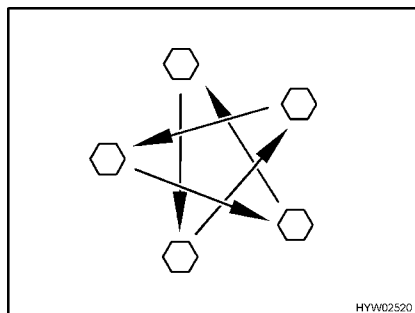

Fig. 226 Serrer en croix les écrous ou les boulons de roue
- Vérifier régulièrement le serrage des écrous ou des boulons de roues. Resserrer tous les écrous ou les boulons de roue 50 km après le changement d'une roue (Fig. 226). Pour les couples de serrage, voir paragraphe 14.5.2.
- Si des jantes neuves ou repeintes sont utilisées, alors resserrer les écrous ou les boulons de roue une fois de plus après env. 1 000 à 5000 km (Fig. 226).
- ▷ Serrer en croix les écrous ou les boulons de roue (Fig. 226).